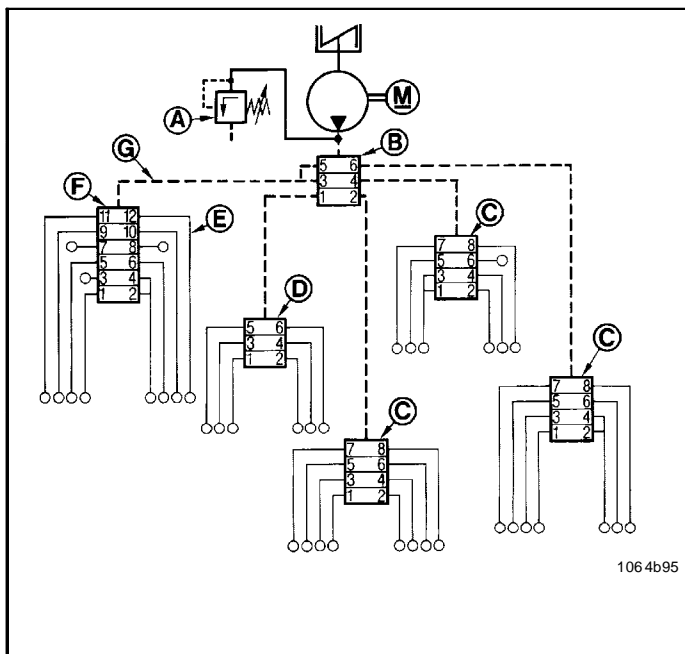

Fig. 30 Ejemplo de un sistema de engrase
- ➔ En el distribuidor principal (B, Fig. 30) soltar seguidamente uno por uno los tubos flexibles de alta presión G hacia los distribuidores secundarios. Si bajo presión, p. ej., sale grasa o aceite por la salida 1 del distribuidor principal B, debe buscarse el bloqueo en el circuito de lubricación del distribuidor secundario D.